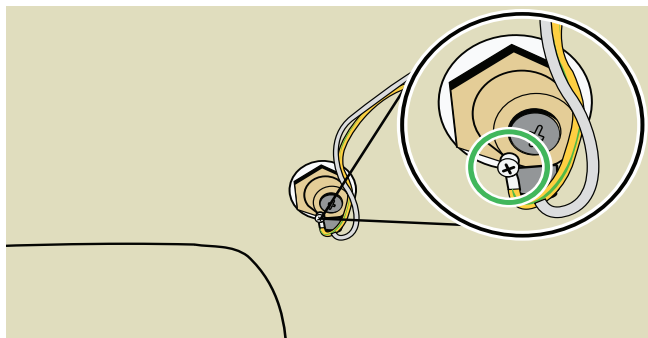

Figure 46
28. Si l'éclairage dans l'eau est disponible, coupez les attaches de câble et déconnectez les quatre câbles de mise à la terre des LED, deux de chaque côté. Voir Figure 46.